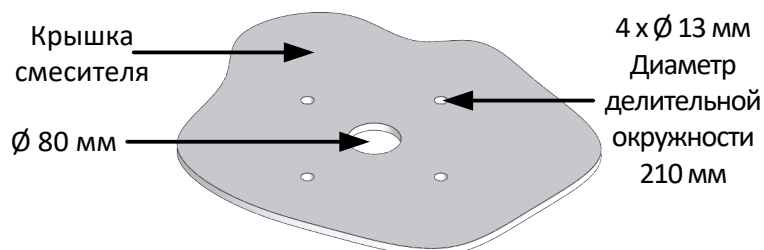

Рисунок 34: Крышка смесителя, подготовленная для вращающегося соединителя
- Используя крепежное кольцо в качестве шаблона, разметьте и просверлите четыре отверстия для крепежных штифтов (Рисунок 34).